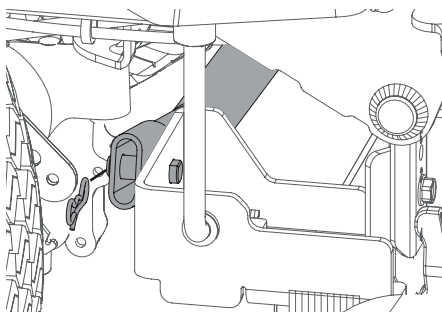

Figura 50
- a. Extraiga el pasador de chaveta con unión curva que está del lado derecho de la barra, que conecta la barra con el soporte de la plataforma (Figura 50).